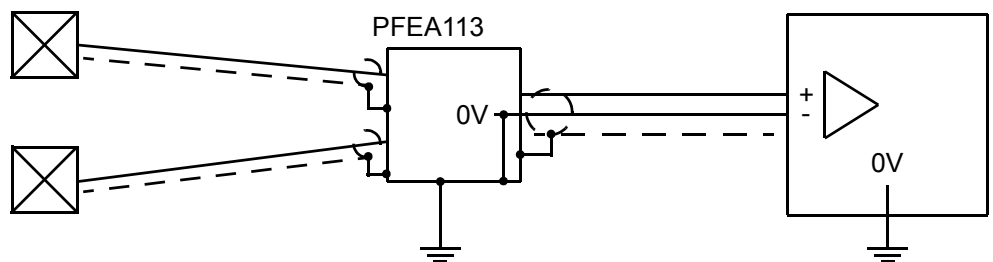
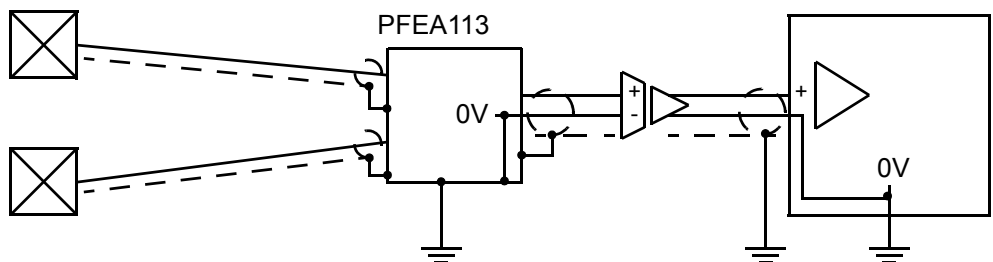

Abbildung 2-6. Anschluss eines übergeordneten Systems mit isoliertem Eingang oder Differenzialeingang
Abbildung 2-7. Anschluss eines übergeordneten Systems über einen Trennverstärker
- Da die Signalerdung des Messsystems an die Gehäusemasse der Bahnzugelektronik angeschlossen ist, darf der Eingang von einem übergeordneten System, das mit dem Steuersystem verbunden ist, nicht geerdet sein. Die beste Art der Verbindung von Messsystem und einem übergeordneten System zur Sicherstellung der optimalen Funktionsweise geht aus Abbildung 2-6 und Abbildung 2-7 hervor.